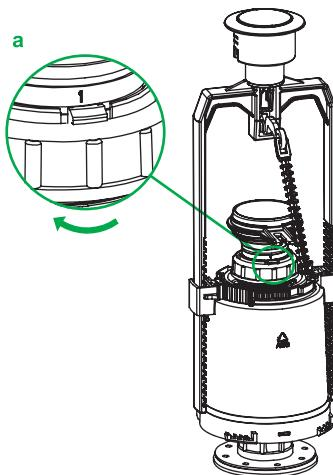
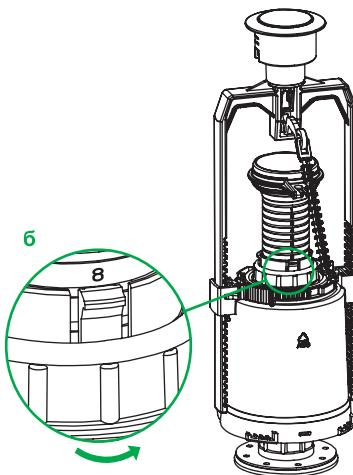

Рис. 11 / 11-сур.
Рис. 12 / 12-сур.
5. По часовой стрелке открутите гайку трубы перелива (рис. 11а) и установите необходимый уровень перелива (рис. 12). **Верхний край трубы перелива должен быть на 2–4 см выше уровня воды.** Заденьте это положение поворотом гайки против часовой стрелки (рис. 12б).